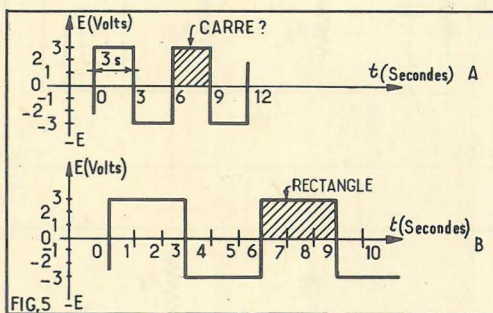

FIG. 5
Ces signaux sont nommés carrés par certains en traduisant mal l'expression anglaise « square wave » = onde rectangulaire, le mot carré n'ayant aucun sens pour des surfaces représentées graphiquement et dont la longueur et la hauteur ne sont pas de même nature. Ainsi si la demi-période est 1 s et l'amplitude moitié est 3 V, avec des échelles convenables chaque alternance peut avoir la forme carrée (voir figure 5 A) mais si l'on modifie les échelles comme en (B), il n'y a plus de carré mais des rectangles, donc le mot rectangle est toujours représentatif de la forme de la tension quelles que soient les échelles linéaires choisies. Les angles sont toujours de 90° . Une autre manière d'obtenir des signaux de formes diverses en partant des signaux disponibles est l'emploi de réseaux RC de configuration spéciale comme par exemple les circuits différentiateurs et les circuits intégrateurs.